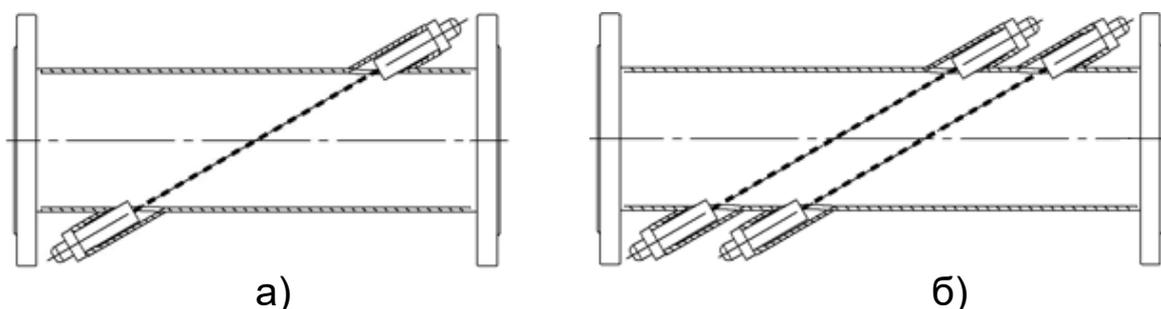

Рисунок 1. а) Прямая труба с однолучевым зондированием
– конструктив **П** - «прямая труба» - зондирование потока в диаметральной или хордовом сечении ППР (рисунок 1а, б). Стандартное фланцевое или приварное присоединение к трубопроводу. Применяется в однолучевых и многолучевых расходомерах.